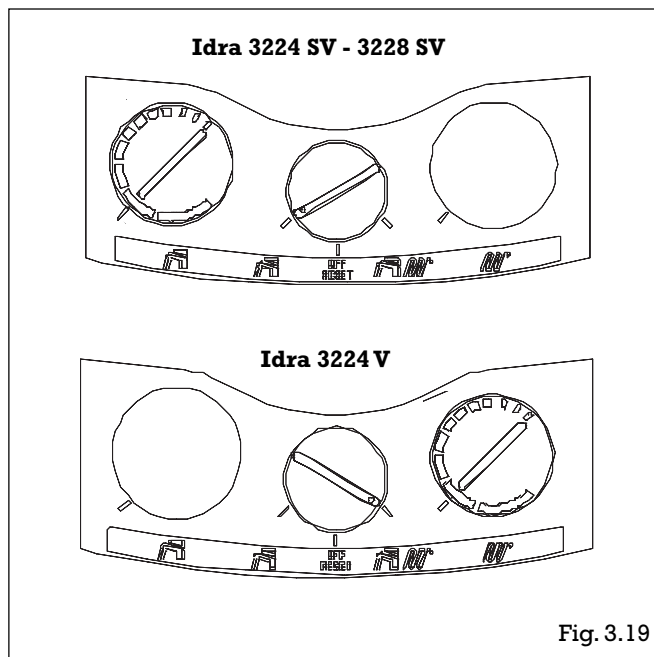

Fig. 3.19
- **Idra 3224 SV - 3228 SV:** créer une demande sanitaire (robinet d'eau chaude ouvert au maxi avec sélecteur sanitaire du tableau de commande également au maxi (fig. 3.19);